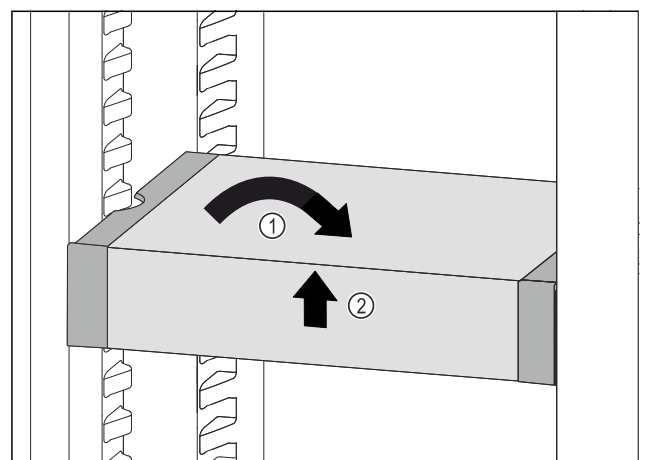

Fig. 103
- ▶ VarioSafe gerade stellen. Fig. 103 (1)
- ▶ VarioSafe vorne anheben. Fig. 103 (2)